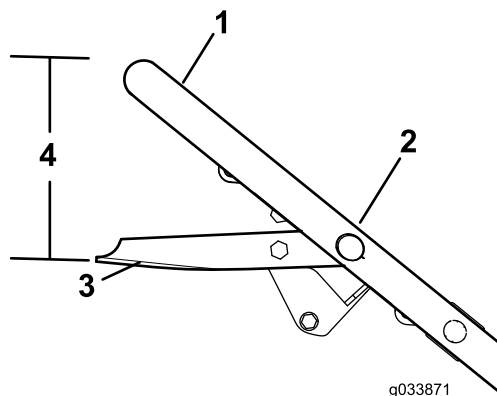

Figura 26
8. Utilize o dedo para revestir a junta do novo filtro com óleo (Figura 26).